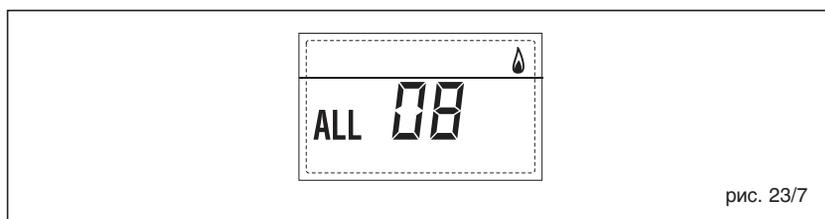

рис. 23/7
– **НЕПОЛАДКА ЦИРКУЛЯЦИИ ВОДЫ, “ТРЕВ. 09” (рис. 23/8)**